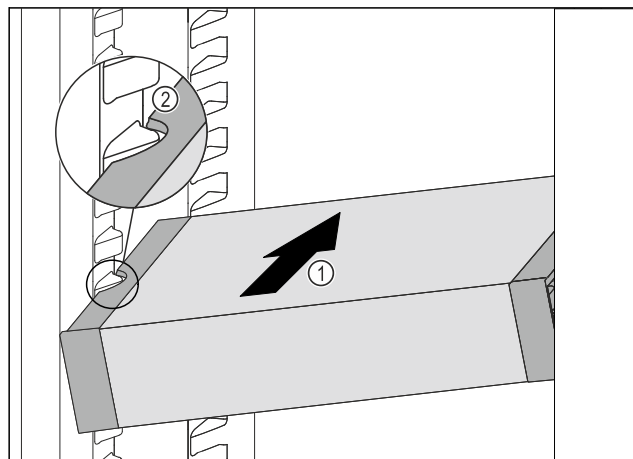

Fig. 90
- ▶ Insérer le VarioSafe en biais dans la partie réfrigérateur Fig. 90 (1) jusqu'à ce que les encoches latérales Fig. 90 (2) du VarioSafe se trouvent à la hauteur de la nervure du bac dans la partie réfrigérateur.